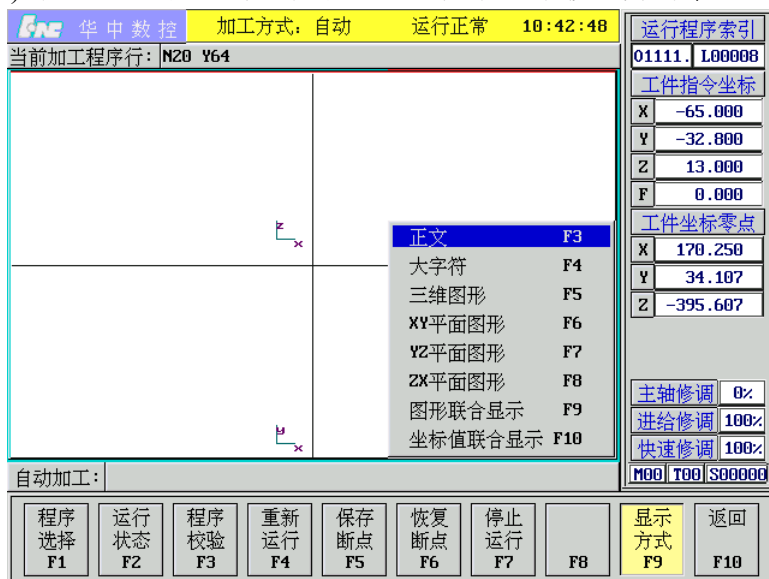

图 8.2.1 选择显示模式
- (2) 按 **Enter** 键，弹出如图 8.2.1 所示显示模式菜单；
- (3) 用▲、▼选择“大字符”选项；
- (3) 用▲、▼选择“三维图形”、“XY 平面图形”、“YZ 平面图形”、“ZX 平面图形”或“图形联合显示”选项；